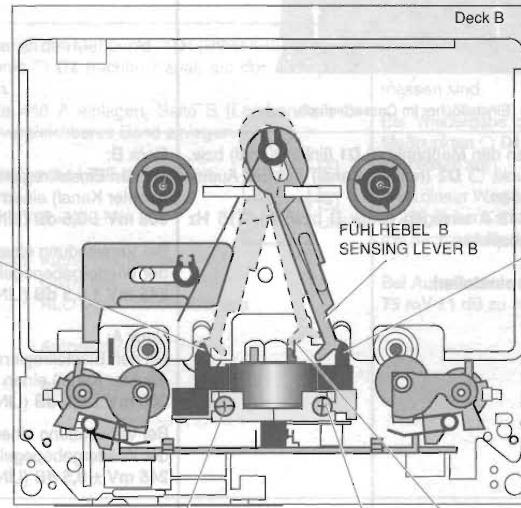

Fig. 2
- Führen Sie den Fühlhebel B der Kopflehre 401 zu den Bandführungen ① und ②, bzw. zur Bandführungsgabel ③ des Tonkopfes.
- Die Kopfeinstellschrauben ④ und ⑤ (Fig. 2) dienen zur Kopfspalt senkrechtkreistellung (Azimut), siehe Einstellungen.
- Move the sensing lever B of the head gauge 401 to the guides ① and ② and to the tape guide fork ③ of the soundhead respectively.
- The head adjustment screws ④ and ⑤ (Fig. 2) are used for setting the head gap angle (azimuth); see **Adjustments**.